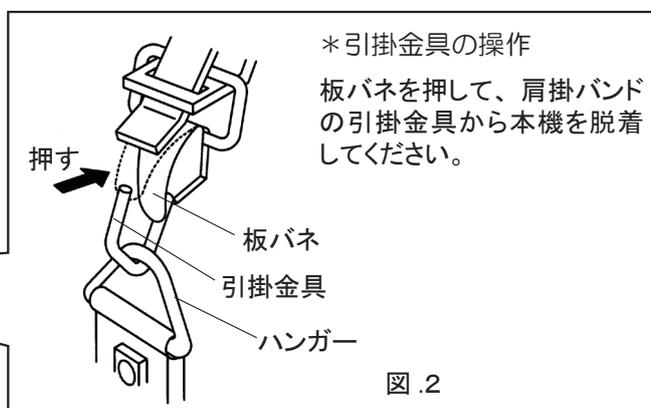

図.2
- ② 図.2のように、肩掛バンドの引掛金具を本機のハンガーに引っ掛けてください。
- ③ 畦刈トリマを身体の右側に吊り下げ、ループハンドルが握りやすいようにバンドの長さを調整してください。